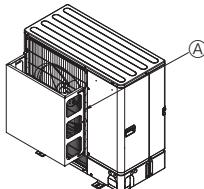
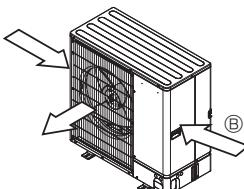

Fig. 2-4
Fig. 2-5
- ② Zainstalować opcjonalną kierownicę powietrza w przypadku, gdy jednostka zewnętrzna jest zainstalowana w miejscu, w którym silny wiatr, np. tajfun, może bezpośrednio działać na wyłot powietrza. (Fig. 2-4).
- ③ Kierownica wyłotowa powietrza
- ④ Jeśli to możliwe, należy tak ustawić jednostkę zewnętrzną, aby kierunek wyłotu powietrza był prostopadły do kierunku wiatru w danej porze roku. (Fig. 2-5).
- ⑤ Kierunek wiatru